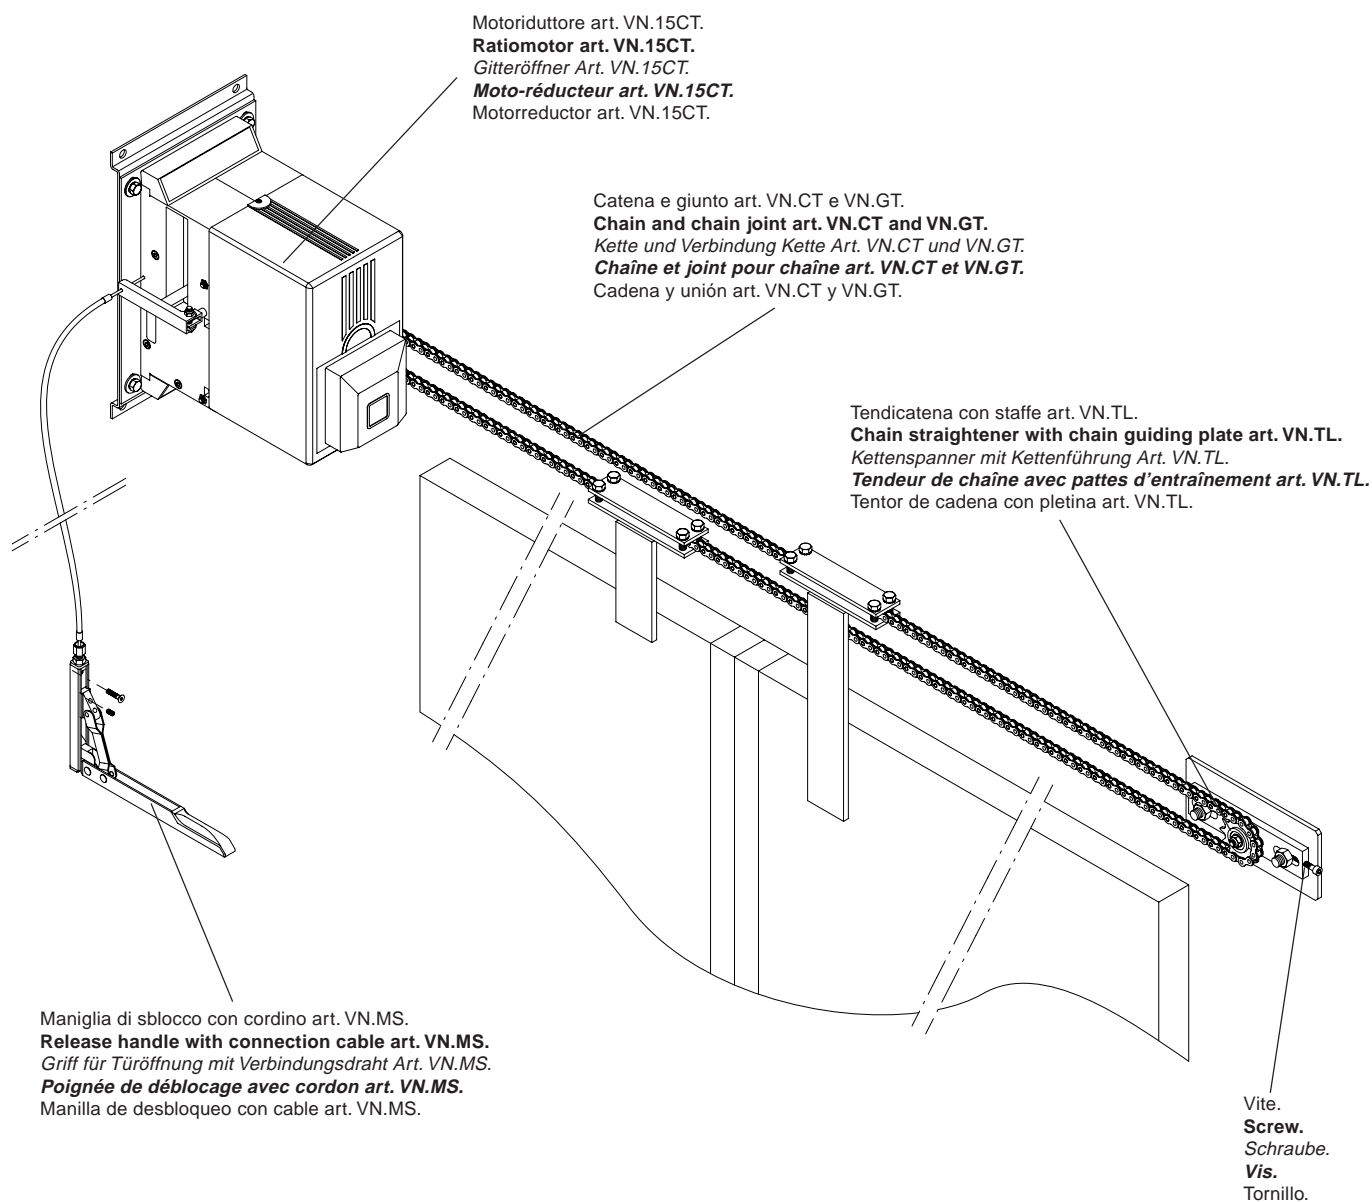

Fig.6
7.1 Anta scorrevole singola e doppia (fig.6).
7.1 One and double sliding gate-leaf (fig.6).
7.1 Einzel- und Doppelschiebeflügel (Abb.6).
7.1 Portail coulissant chaque et double (fig.6).
7.1 Hoja corredera simple y doble (fig.6).